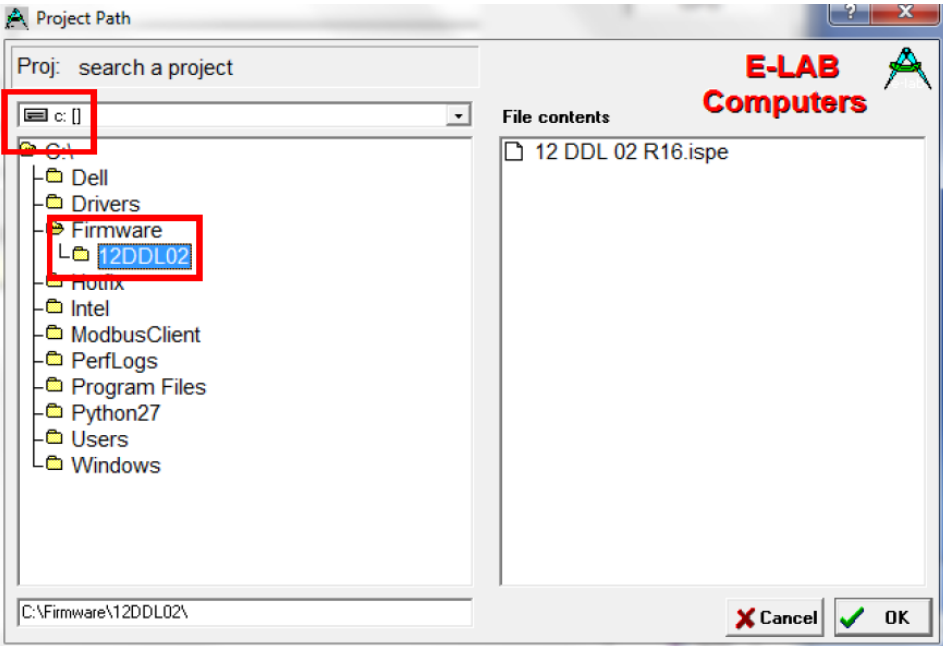

Рисунок 4
3.4 Выберите путь к папке с файлами прошивки, например, C:\Firmware\12DDL02\ (рисунок 4).